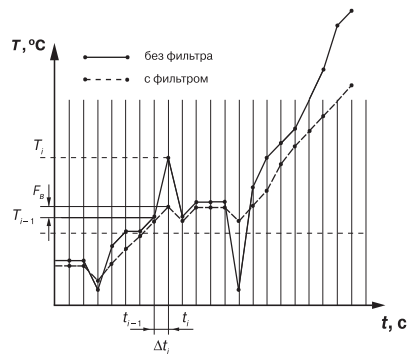

Рис. 3
3.2.4.2. Во-первых, фильтр устраняет сильные единичные помехи (рис. 3).
Если измеренное значение  $T_i$  отличается от предыдущего  $T_{i-1}$  на величину, большую, чем значение параметра  $F_g$  (заданная «полоса фильтра»), то прибор присваивает ему значение равное  $T_{i-1} + F_g$  (рис. 3). Таким образом характеристика сглаживается.
Как видно из рис. 3, малая ширина полосы фильтра приводит к замедлению реакции прибора на быстрое изменение входной величины. Поэтому при низком уровне помех или при работе с быстроменяющимися процессами рекомендуется увеличить значение полосы фильтра или отключить действие этого параметра. При работе в условиях сильных помех для устранения их влияния на работу прибора необходимо уменьшить значение в параметре «полоса фильтра».